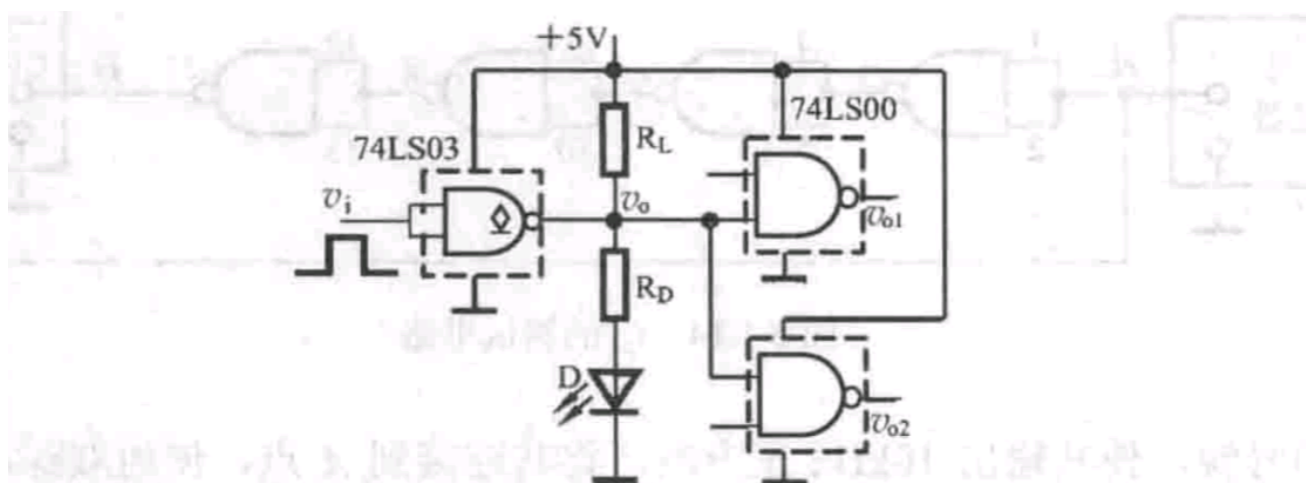

图 5.1.16 OC 门驱动负载的实验电路
1. 组装如图5.1.16所示电路，取发光二极管D正向导通压降 $V_F = 1.5V$ ，导通电流 $I_F = 2mA$ ，为使电路正常工作，限流电阻 $R_D = \underline{\hspace{1cm}}$ ，负载电阻 $R_{Lmax} = \underline{\hspace{1cm}}$ ， $R_{Lmin} = \underline{\hspace{1cm}}$ ，最后选取 $R_d = \underline{\hspace{1cm}}$ $R_L = \underline{\hspace{1cm}}$ 。